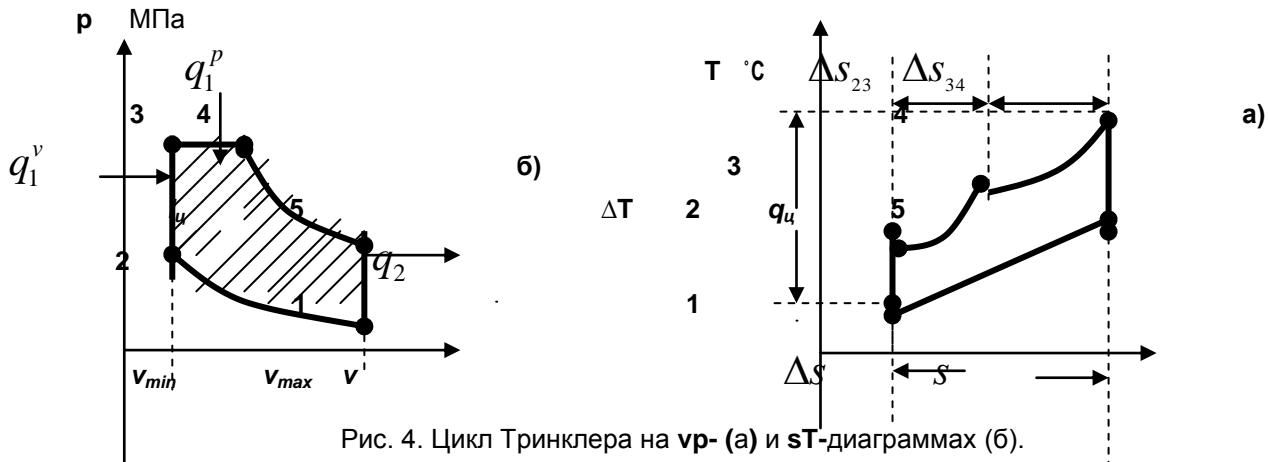

Рис. 4. Цикл Тринклера на pV - (а) и sT -диаграммах (б).
На рис. 4 приведены $v-p$ - (а) и $s-T$ -диаграммы (б) цикла ДВС со смешанным подводом теплоты (Тринклера).
2.2.1. Количество подведенной теплоты $q_1 = q_1^v + q_1^p$ (рис. 4). В процессе **2 → 3** осуществляется изохорический подвод теплоты $q_1^v = c_v(T_3 - T_2)$, а в процессе **3 → 4** – изобарный подвод теплоты $q_1^p = c_p(T_4 - T_3)$. Таким образом, количество подведенной теплоты $q_1 = c_v(T_3 - T_2) + c_p(T_4 - T_3)$.
2.4. Определить полезную работу цикла $\left[\frac{\kappa \sigma \Delta S}{\kappa \sigma} \right]$. Эта величина численно равна площади плоской фигуры, контуром которой является цикл. На рис.4а эта площадь заштрихована. При этом рабо-
что численно равно площади под кривой, которую на **vp**-диаграмме описывает данный процесс. Чтобы найти площадь заштрихованной фигуры (рис. 4а), нужно площадь прямоугольника под отрезком $3 \rightarrow 4$ сложить с площадью криволинейной трапеции под дугой $4 \rightarrow 5$ и вычесть площадь криволинейной трапеции под дугой $1 \rightarrow 2$. Поэтому работа нашего цикла будет равна $I_{\text{пол}} = I_{3 \rightarrow 4} + I_{4 \rightarrow 5} - I_{1 \rightarrow 2}$.